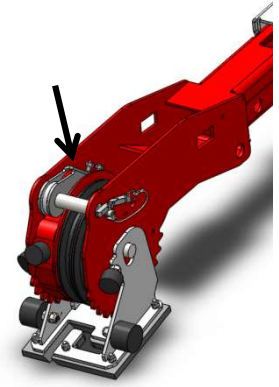

Abbildung 55
- Befestigen Sie die Schlaufe des Windenseils am Seilwindenkopf. Das Seil muss ab der Innenseite des Seilwindenkopfs in der Vertiefung im Kunststoff liegen. Dann kann der Bolzen durch die Öse des Windenseils gesteckt werden. Sichern Sie den Bolzen (siehe Abbildung 55).